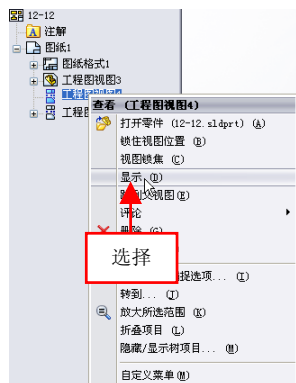

图 12-14 选择【显示】选项
(3) 单击鼠标右键，在弹出的快捷菜单中，选择【显示】选项，如图 12-14 所示。